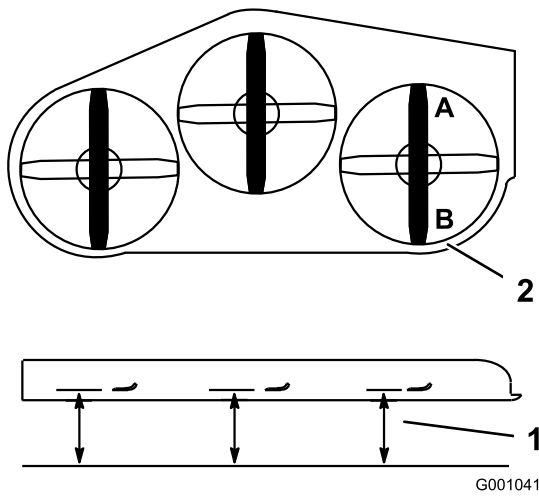

Figure 80
2. Tournez 1 lame dans le sens longitudinal. Mesurez la distance aux points **A** et **B** entre une surface plane et le bord coupant des pointes des lames (Figure 80).